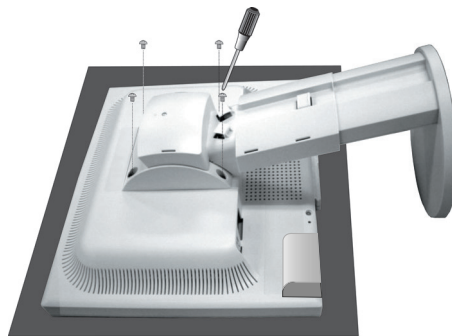

Figura R.3
4. Togliere le 4 viti che fissano il monitor al supporto e sollevare il supporto (**Figura R.3**). Il monitor ora è pronto per essere montato in modo diverso.